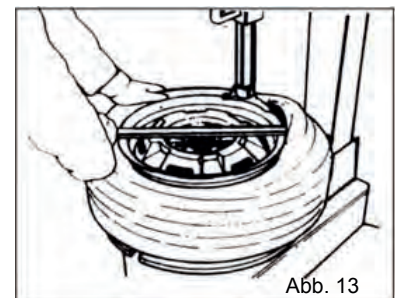

Abb. 13
- Lösen Sie den Excenterhebel am seitlichen Schwenkarm und senken Sie den Montagekopf zum Felgenhorn. Arretieren Sie mit dem Excenterhebel den Montagekopf in einer Stellung, die keine Beschädigung der Felge hervorrufen kann (Abb. 13).
- Betätigen Sie das Pedal zur Drehung des Montageteilers in Uhrzeigerichtung. Dabei ist das Montiereisen kurzzeitig festzuhalten. Achten Sie darauf, dass durch die Drehbewegung und das Herausheben des Reifens keine Quetschgefahren entstehen (Abb. 13).